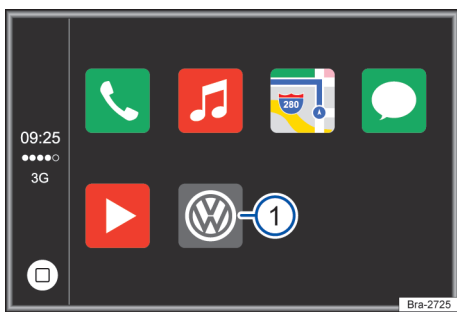

Fig. 117 Menú Apple CarPlay™.
- Para operar Apple CarPlay™, tocar en el botón de función → fig. 117 ①, para acceder a **App-Connect** en el menú principal.